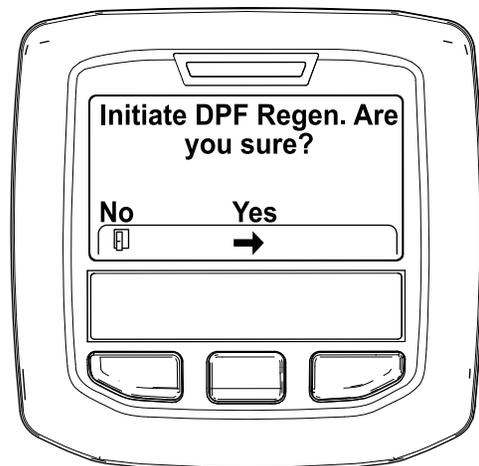

Figure 35
4. Quand le message « Initiate DPF Regen. Are you sure? » (lancer régénération FAP. Êtes-vous sûr(e) ?) s'affiche, appuyez sur le bouton central (Figure 35).